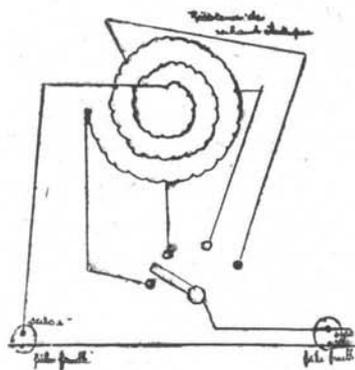

Fig. 23
**Rhéostat Bibault.** — Le rhéostat est monté sur la terre cuite du réchaud. En différents points de l'enroulement sont fixés des fils connectés à des plots. (fig. 23.) — H. Meunier.